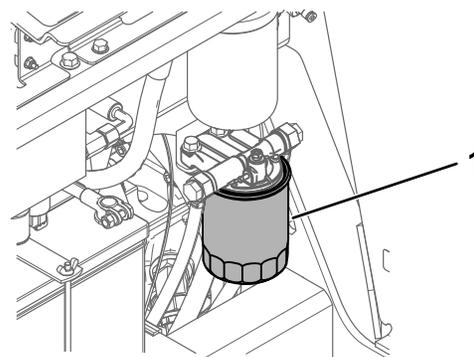

Рисунок 58
5. Подставьте под корпус топливного фильтра чистую емкость (Рисунок 58).